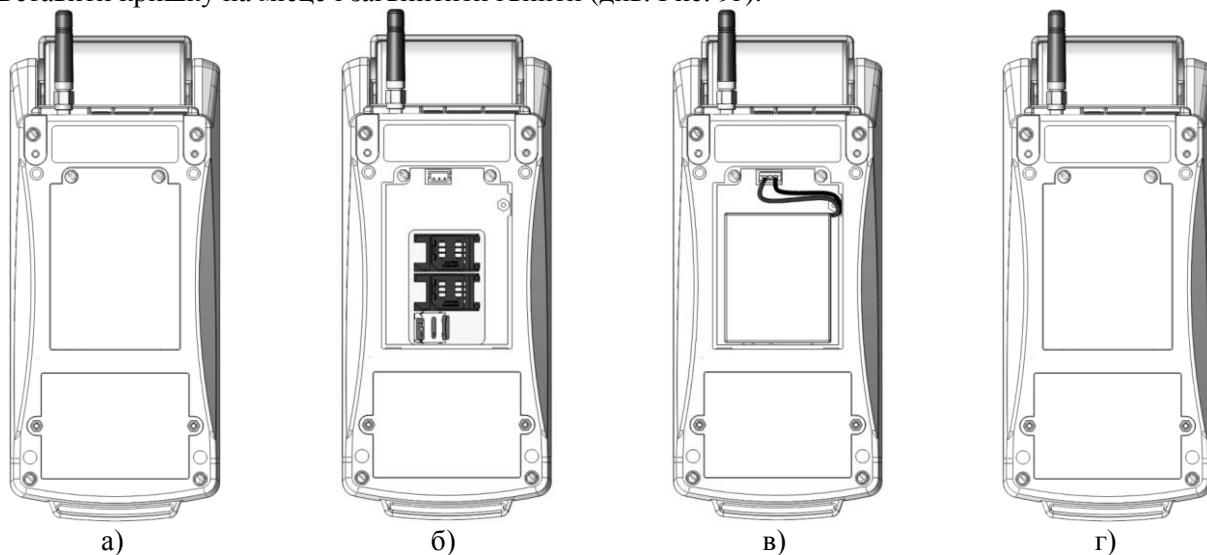

Рис. 9 Встановлення акумуляторної батареї в касовий апарат
1. Відкрутіть гвинти і зніміть кришку відділення для акумуляторної батареї і SIM-карт (Рис. 9а).
2. Вставити штекер нової АБ у роз'єм (Рис. 9б).
3. Розмістити АБ у відділенні, слідкуючи, щоб проводи не мали перегинів (див. Рис. 9в).
4. Вставити кришку на місце і загвинтити гвинти (див. Рис. 9г).